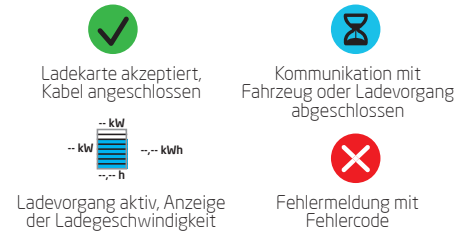

Abbildung 2: Symbole Statusanzeige
- ③ Statusinformationen
- ④ Statusanzeige (Symbole, siehe Abbildung 2)
- ⑤ Aktuelle Ladeleistung Richtung angeschlossenes Fahrzeug
- ⑥ Maximale Ladeleistung des Ausgangs
- ⑦ Aktuelle Energieaufnahme bei der laufenden Transaktion
- ⑧ Dauer der aktuellen Transaktion